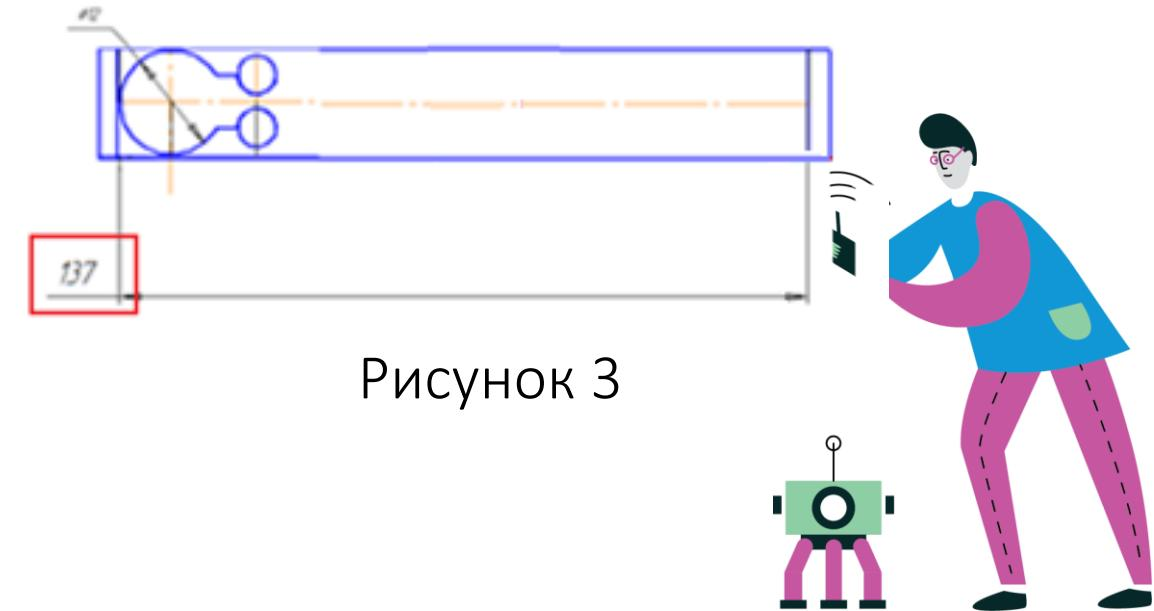

Рисунок 3
- Все размеры если это позволяет габариты размерной линии должны находиться внутри размера (см. рис. 3).